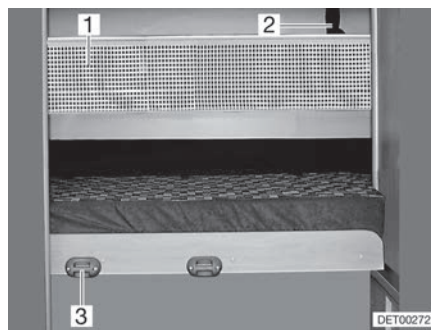

Bild 117 Skyddsnät
- Haka fast stegen med krokarna (Bild 117,3) på ramen.
**Skyddsnät** Skyddsnätet (Bild 117,1) är standard. Det ligger mellan madrassen och ribbotten. Skyddsnätet ska först monteras när personen som ska sova där befinner sig i sängen.
*Hänga upp:* ■ Haka fast fästbanden (Bild 117,2) i hållarna i taket.